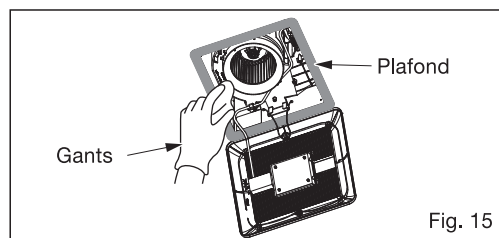

Fig. 15
4. À l'aide d'un chiffon humecté d'eau savonneuse, nettoyez le boîtier du ventilateur. Essuyez avec un chiffon propre. (Fig. 15)